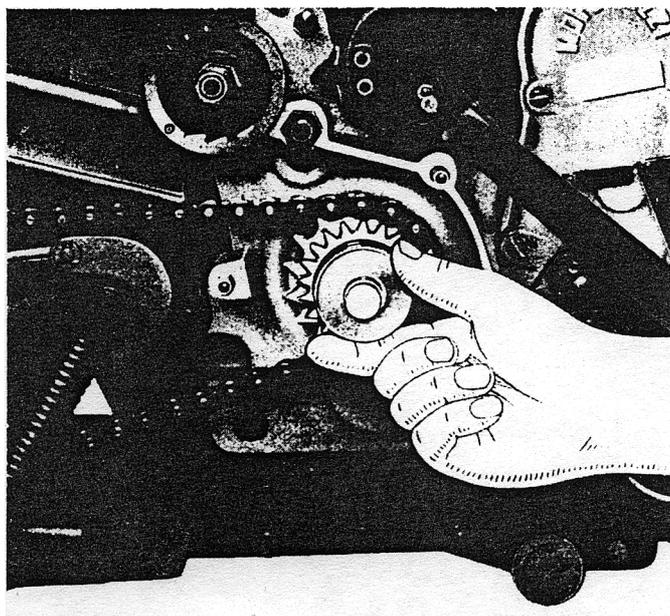

Fig. 9
- a) dipende da molle troppo scariche; avvitare il disco zigrinato (**fig. 9**) o sostituire le molle;